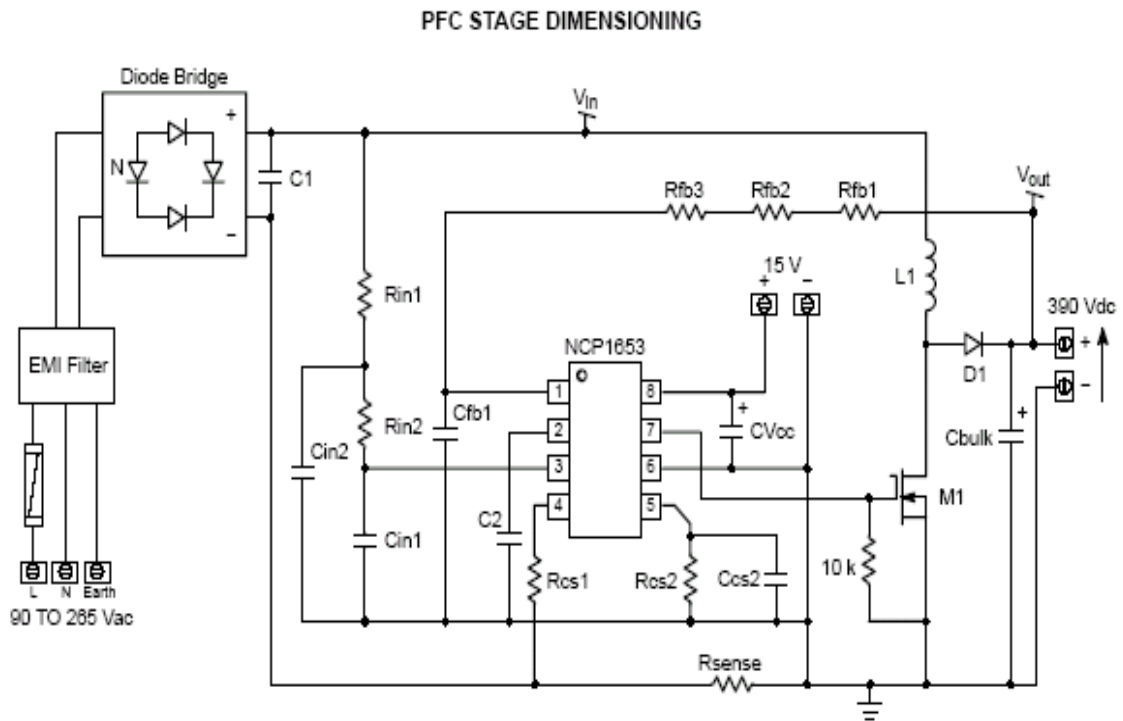

Figure 1. Generic Schematic
- n 在输出电压末端和 pin1 之间通过一个电阻连接，这个线路提供一个与输出电压 vout 成比例的反馈电流。实际上，为了安全考虑，通常是 2-3 个电阻串联。（见图 1，输出电压是个比较高的，这就是反馈电阻得一个意外的不足之处，可能会破坏芯片。所以这就为什么采取几个电阻串联来代替一个电阻）